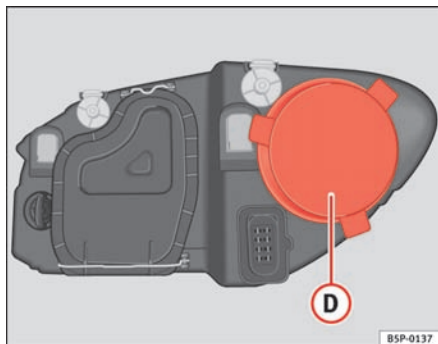

Fig. 183 Positionsllys
- Fjern afdækningen ⇒ fig. 183 **D** ved at trække i den.